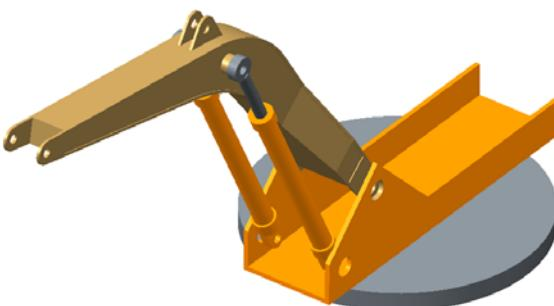

图 3.18.40 装配第 2 组动臂液压组件
(3) 单击操控板中的 **√** 按钮，完成连接的创建。
Step12. 参考 Step9~Step11 的操作步骤，再次引入子组件 LOWER_BOOM_HYD.asm(动臂液压组件)，装配第 2 组动臂液压组件，如图 3.18.40 所示。